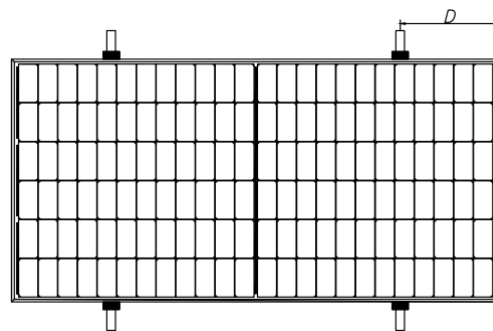
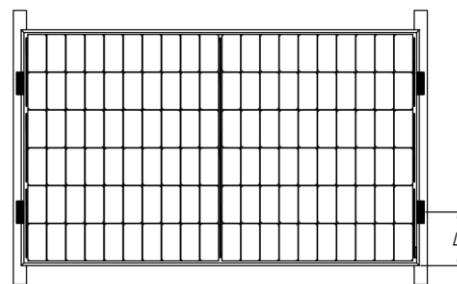
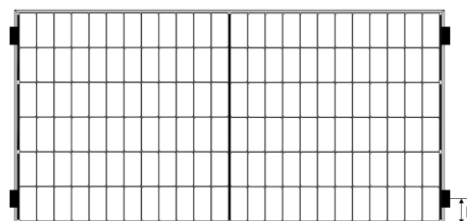

图11 导轨垂直长边框安装
图12 导轨重合短边框安装
图13 短边四点安装
光伏组件可以横过支撑柱进行安装（图11），也可平行光伏组件边框进行安装（图12），光伏组件也可采用4个支点进行安装（图13）。采用压块安装时，每个光伏组件必须使用至少4个压块进行固定。
⑧ 对于图 12 所示的安装方式，光伏组件 C 面与导轨的重叠部分应 $\geq 25\text{mm}$ 。如果使用不合适的夹具或不正确的安装方式，正泰新能有限质保将会无效。